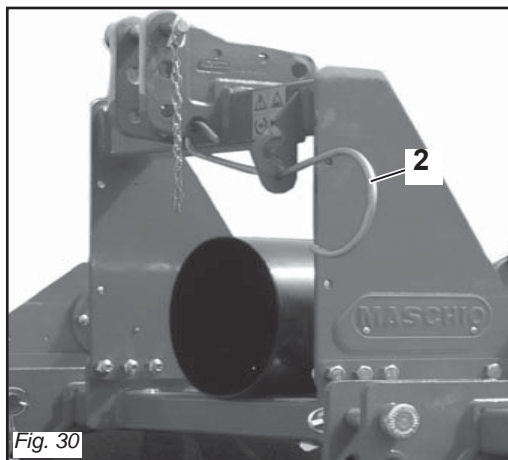

Fig. 30
- 3) Supportare l'albero cardanico con l'apposito sostegno (2 Fig. 30).
- 1) Position the support foot as shown in the figure 30.
- 3) Hold the cardan shaft with a suitable support (2 Fig. 30).
- 1) *Placer le pied d'appui (voir figure 30).*
- 3) *Placez l'arbre à cardans sur son support (2 Fig. 30).*
- 1) Den Stützfuß wie in Abb. 30 gezeigt anordnen.
- 3) Die Gelenkwelle mit ihrer Halterung (2 Abb. 30) abstützen.
- 3) Soportar el árbol Cardán con el relativo sostén (2 Fig. 30).